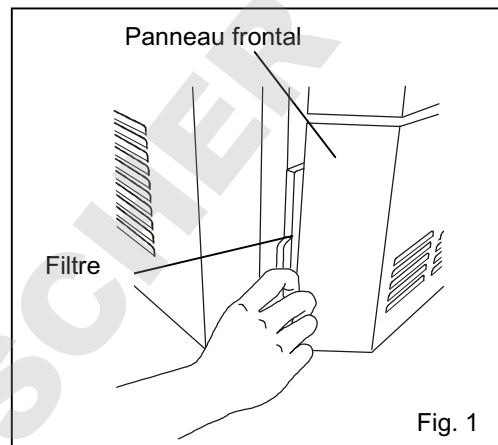

Fig. 1
1. Le filtre est situé à l'arrière du panneau frontal sur le côté gauche, comme indiqué Fig. 1.
1. Dévisser les 4 vis et débrancher le cordon afin de retirer le terminal d'enregistrement à distance du boîtier électrique, comme indiqué Fig. 1.